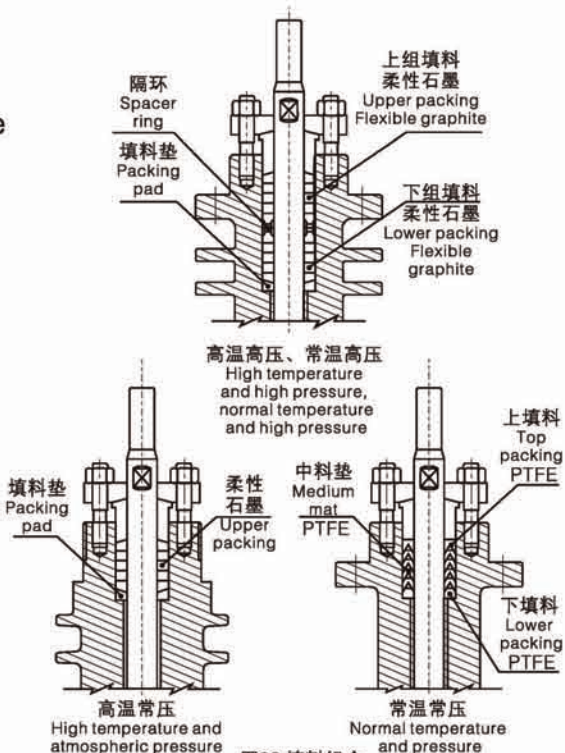

图23 填料组合
1.5、填料的拆卸与更换（见图23） Removal and replacement of packing (see Figure 23)
Figure 23 packing combination